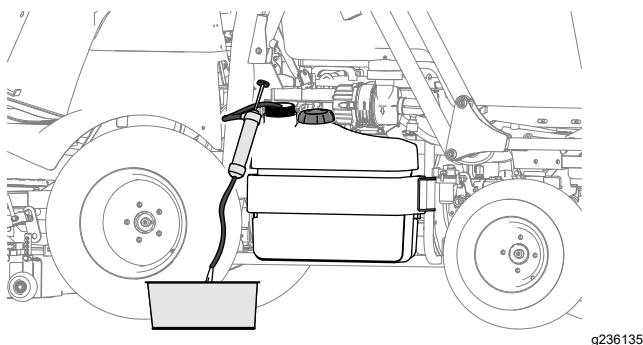

図 73
- 長期間にわたって機械を使用しない場合には、ポンプなどを使って燃料タンクを空にしておいてください 図 73。
- 燃料系統を汚染してしまった場合にも、ポンプなどを使って燃料タンク 図 73を空にしてください。そしてきれいな軽油でタンクの内部を洗浄してください。